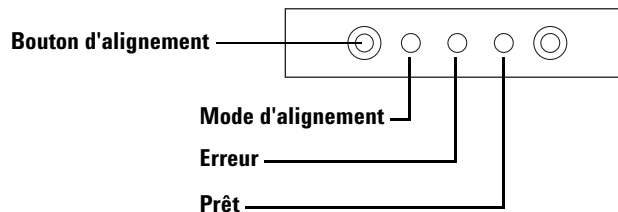

Figure 110 Alignement du porte-échantillons
- 1 A l'aide d'un objet long et fin (la pointe d'un stylo par exemple), enfoncez le bouton d'alignement situé à gauche des voyants. Faites attention de ne pas trop enfoncer le bouton renforcé (voir Figure 110).